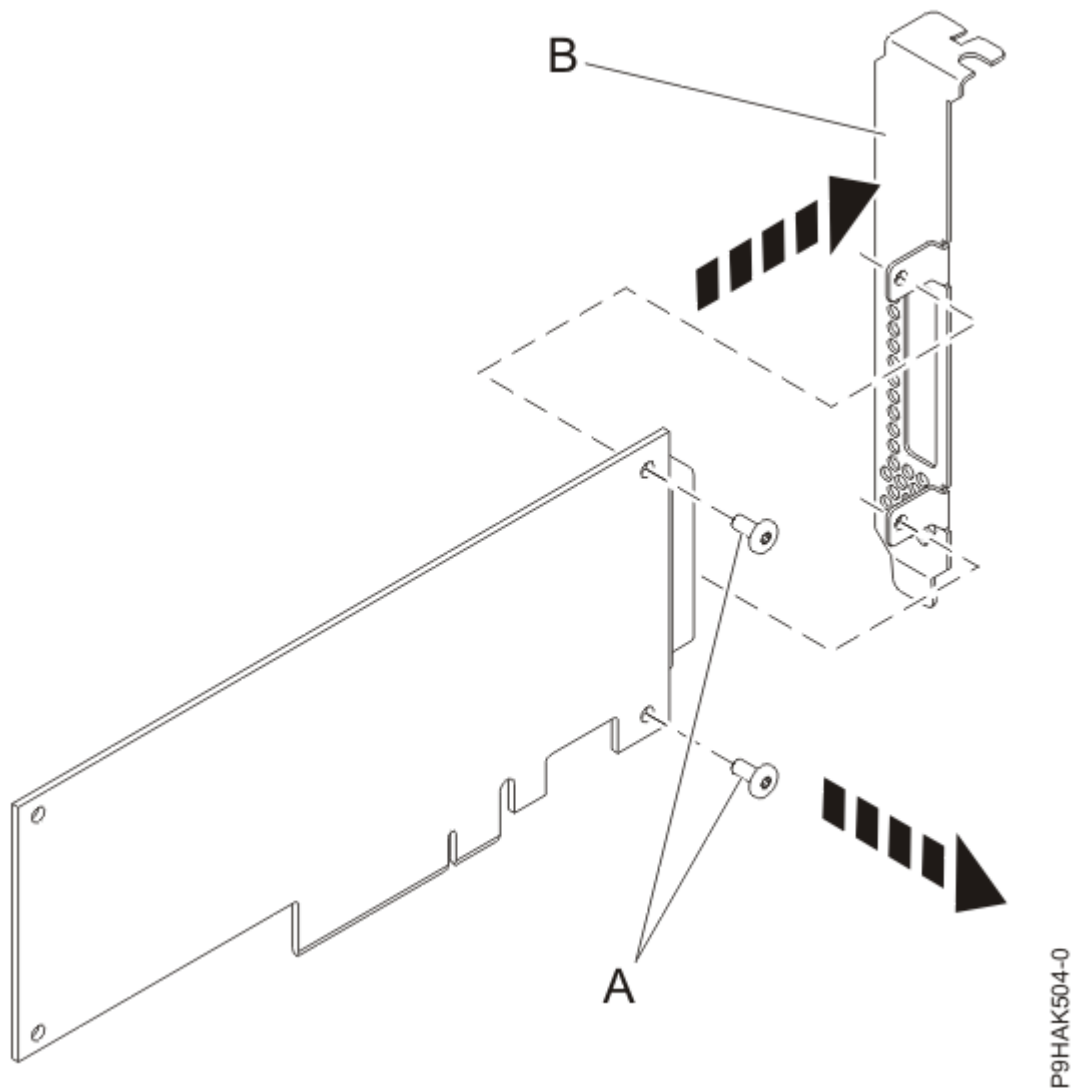

Abbildung 67. Den langen Adapterkassettenhalter aus dem neuen Adapter ausbauen
8. Entfernen Sie mit einem Kreuzschlitz-Schraubendreher die beiden Sicherungsschrauben **(A)**, mit denen der lange Haltesteg **(B)** am neuen Adapter befestigt ist, wie in Abbildung 67 auf Seite 93 dargestellt.